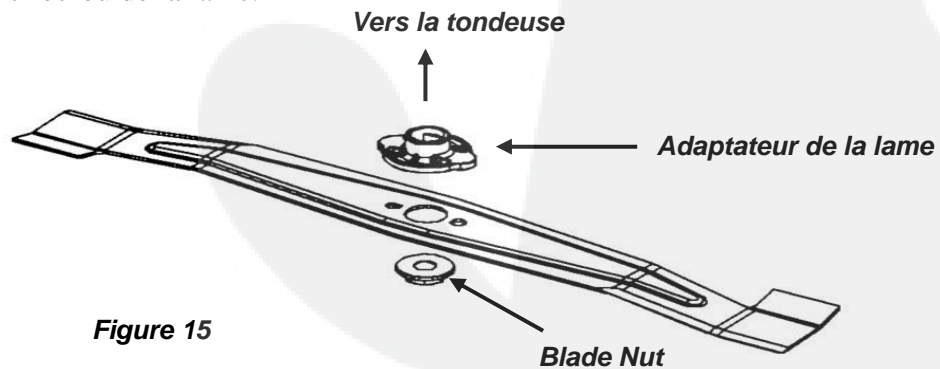

Figure 15
1. Pour réinstaller une lame que vous avez aiguisée ou pour installer une lame neuve, inversez les étapes 1 à 4 de la procédure de retrait de la lame. Veillez à réinstaller toutes les pièces exactement comme à l'origine (*Figure 15*). Respectez l'orientation correcte de la lame.